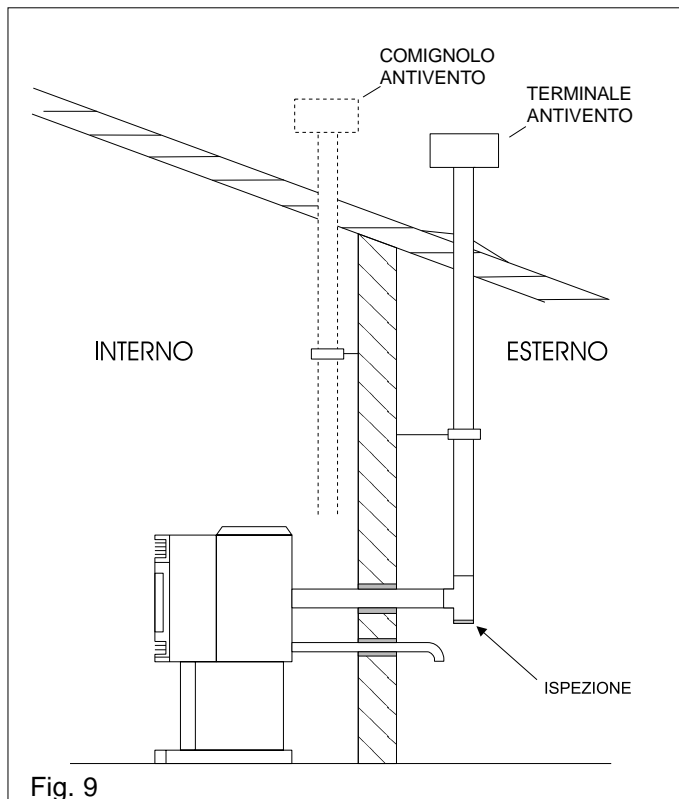

Fig. 9
- La Fig. 9 rappresenta la soluzione più razionale con scarico fumi oltre il tetto. Procedete come al punto precedente prevedendo di installare un raccordo a T con tappo di ispezione, staffe di supporto adeguate all'altezza della canna fumaria, conversa che attraversa il tetto, e comignolo di protezione contro la pioggia.